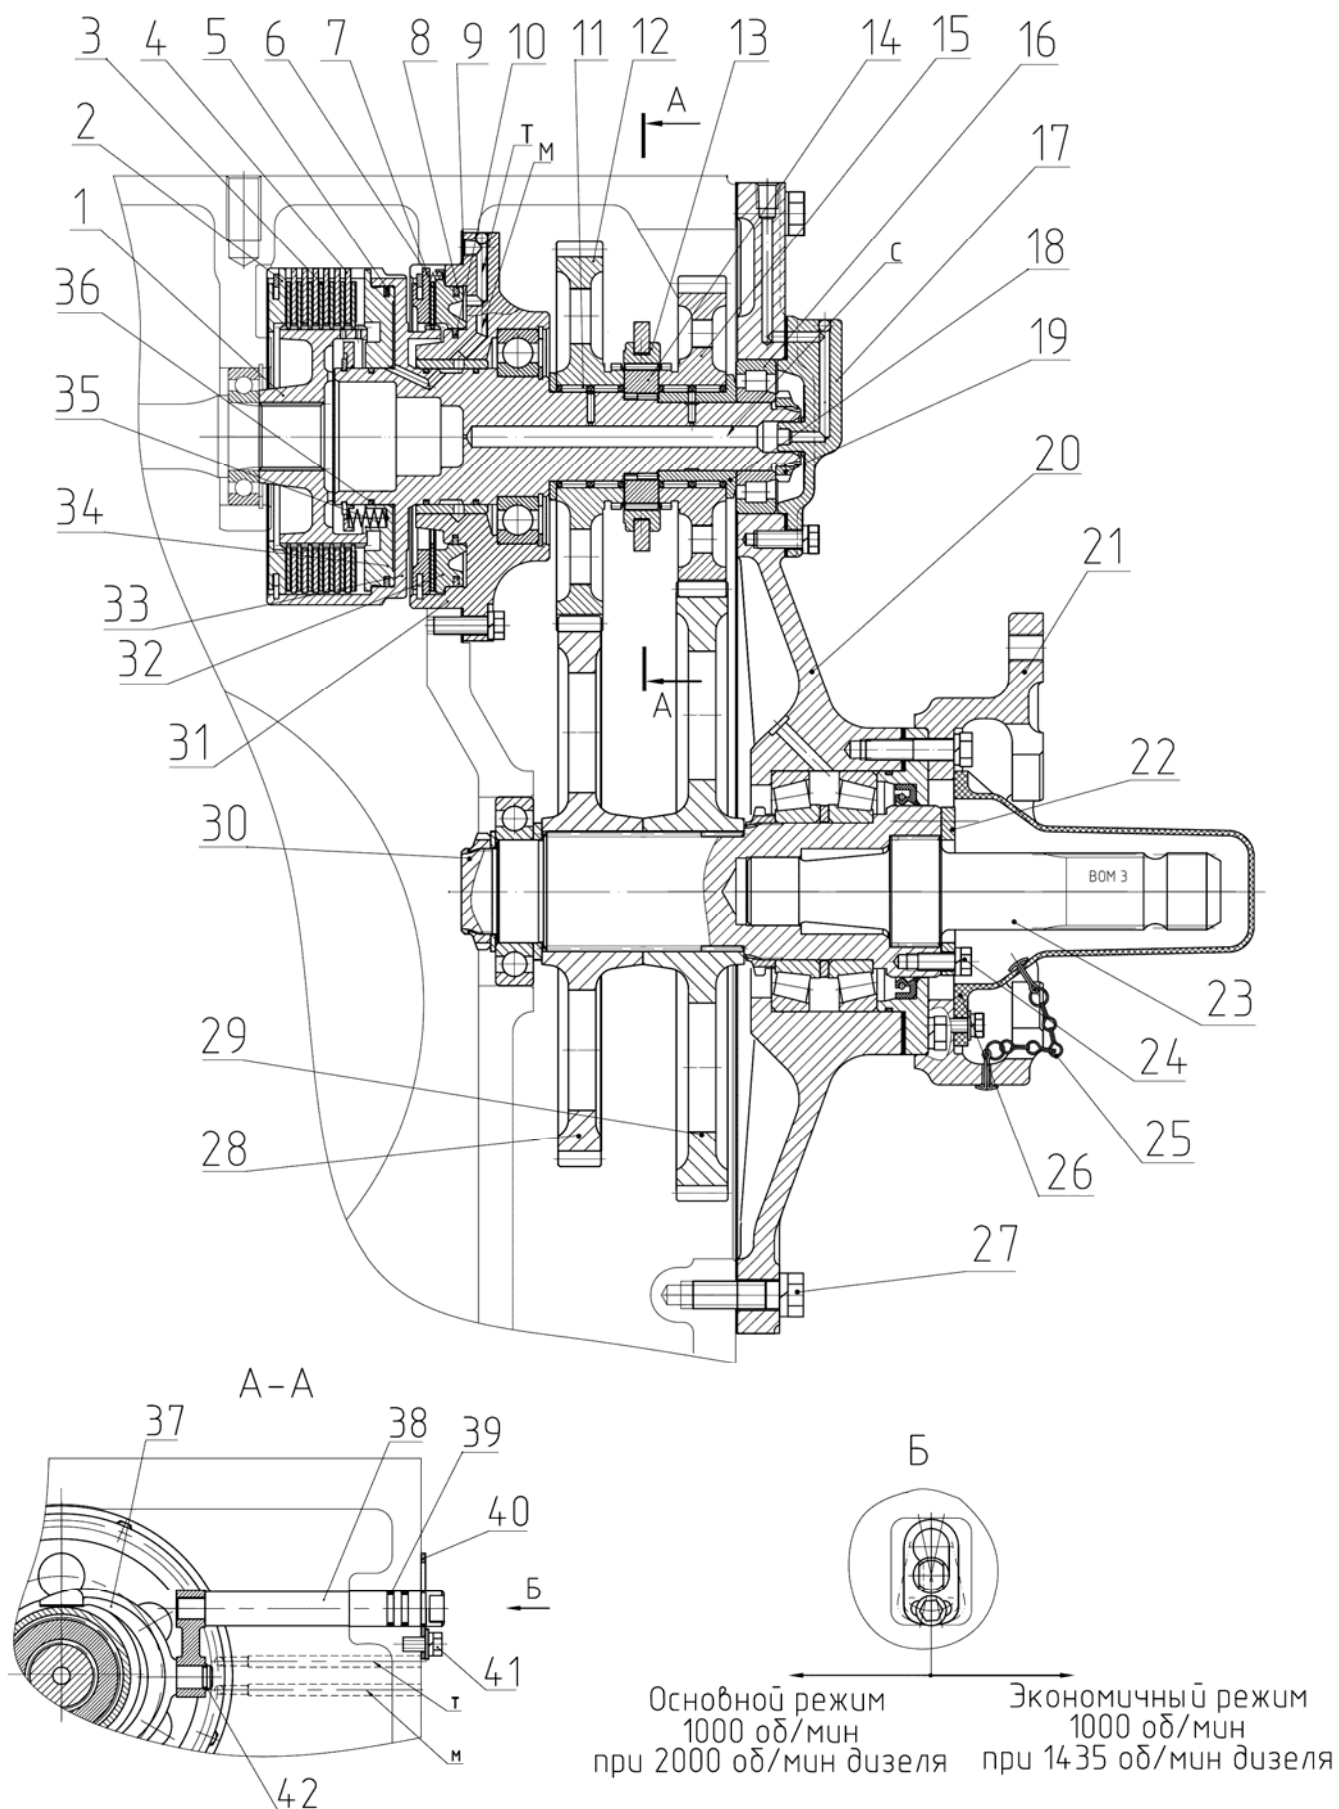

Рис.4.80 Задний вал отбора мощности (BOM).
Задний вал отбора мощности (ВОМ), (рисунок 4.80), имеет независимый 2-х скоростной привод: 1-я скорость 1100 об/мин; 2-я скорость 1530 об/мин, хвостовика при номинальных оборотах двигателя 2200 об/мин.
Вращение к заднему ВОМ передается от двигателя с помощью соединительных валов и шлицевых втулок в коробке передач и корпусе заднего моста. Узлы заднего ВОМ смонтированы в расточках корпуса заднего моста и крышки ВОМ (20), (рисунок 4.80).
Задний ВОМ состоит из гидроуправляемых дисковых муфт фрикциона включения и тормоза ВОМ, двухскоростного шестеренного редуктора с механическим переключением и сменных хвостовиков (23), (рисунок 4.80).
Муфта фрикциона служит для соединения или разъединения вала привода ВОМ с редуктором. Она состоит из вала (33), (рисунок 4.80), являющегося одновременно и корпусом фрикциона, шлицевой муфты (1), диска упорного (2), дисков ведущих (3), смонтированных на шлицах муфты (1), дисков ведомых (4), смонтированных в пазах вала (33), и подпружиненного поршня (34), установленного в корпусе фрикциона и уплотняемого кольцами (5) и (36).
Тормоз ВОМа служит для остановки хвостовика и состоит из корпуса (31), (рисунок 4.80), в котором смонтирован подпружиненный поршень (32), уплотняемый кольцами (8) и (10), упорного диска (6) и ведущего диска (7), установленного на шлицах вала фрикциона.
Редуктор состоит из ведущих шестерен (12) и (15), (рисунок 4.80), установленных на игольчатых подшипниках (11) и соединяемых с валом (33) с помощью шлицевой втулки (14), и подвижной муфты (13), ведомых шестерен (28) и (29), установленных на шлицах вала (30). Смазка к игольчатым подшипникам (11) подводится из системы смазки трансмиссии по трубопроводу и сверлениям «С» в крышке (20) и валу (33). Переключение режимов ВОМ осуществляется с помощью валика (38) и вилки (37), входящей в паз подвижной муфты (13).
Сменные хвостовики (23), (рисунок 4.80), устанавливаются во внутренних шлицах вала (30) и закрепляются с помощью торцевой шайбы (22) и болтов (24).
Включение ВОМ осуществляется муфтой фрикциона. При подаче масла по каналу «М» от крана управления ВОМ поршень (34), (рисунок 4.80), сжимает пакет дисков (3) и (4) и вращение от шлицевой муфты (1) передается на вал (33), на шлицах которого установлена втулка (14), с шлицевой муфтой (13). При повороте валика (38) по часовой стрелке вилка перемещает муфту (13) на шлицы шестерни (15) (1-я скорость 1100 об/мин. хвостовика), при повороте против часовой стрелки – на шлицы шестерни (12) (2-я скорость 1530 об/мин. хвостовика). Валик (38), (рисунок 4.80), во включенном положении фиксируется с помощью пластины (40) и болта (41).
При прекращении подачи масла поршень (34), (рисунок 4.80), под воздействием пружин (35) возвращается в исходное положение, освобождая диски (3) и (4). Связь между приводным валом и валом (23) разрывается и ВОМ выключается. Остановка хвостовика осуществляется тормозом при подаче масла под давлением по каналу «Т» от крана.
Проставка (21), (рисунок 4.80), служит для крепления устройств бескарданного привода отбора мощности (шкив, насос и т.п.), агрегатируемых с трактором.
4) снимите крышку заднего ВОМ (20), (рисунок 4.80), в сборе, для чего:
4.1) заверните два рым-болта в отверстия на верхней поверхности крышки (20), (рисунок 4.80), и зачальте грузоподъемное устройство;
4.2) отверните шестнадцать болтов (27), (рисунок 4.80), крепления крышки к заднему мосту;
4.5) снимите колпак (26), (рисунок 4.80), хвостовика с цепочкой (25);
5) снимите ведущие шестерни с вала фрикциона, (рисунок 4.80), для чего:
5.1) отверните, с помощью специального ключа, гайку (19), (рисунок 4.80), подшипника (16);
5.2) снимите, с помощью съемника, шестерню (15), (рисунок 4.80), первой ступени вместе с внутренним кольцом подшипника (16) и втулкой (18) с игольчатым подшипником;
5.3) отверните фиксирующий болт (41), (рисунок 4.80);
5.4) снимите стопорную пластину (40), (рисунок 4.80), валика переключения;
5.5) снимите, с помощью специальных щипцов, стопорное кольцо (42), (рисунок 4.80), вилки переключения;
5.6) выдвиньте валик управления (38), (рисунок 4.80), наружу, и снимите вилку (37);
5.7) снимите шлицевую (13), (рисунок 4.80), и зубчатую (14) муфты и шестерню (12), второй ступени, с игольчатым подшипником (11);
6) снимите фрикцион, (рисунок 4.80), для чего:
6.1) отверните шесть болтов крепления корпуса тормоза ВОМ (31), (рисунок 4.80);
6.3) выньте валик переключения (38), (рисунок 4.80), задвинув его во внутрь корпуса заднего моста и снимите с него резиновые уплотнительные кольца (39).